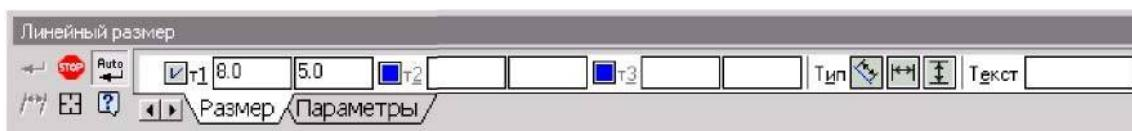

Рис. 2.7. Вид Панели свойств при нанесении линейных размеров
2. В Панели свойств задать вертикальный, горизонтальный или параллельный размер (рис. 2.7).